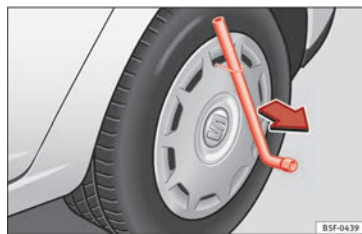

Fig. 64 Retirer l'enjoliveur intégral.
- Retirez l'enjoliveur intégral de la roue à l'aide de l'étrier métallique »» fig. 64.